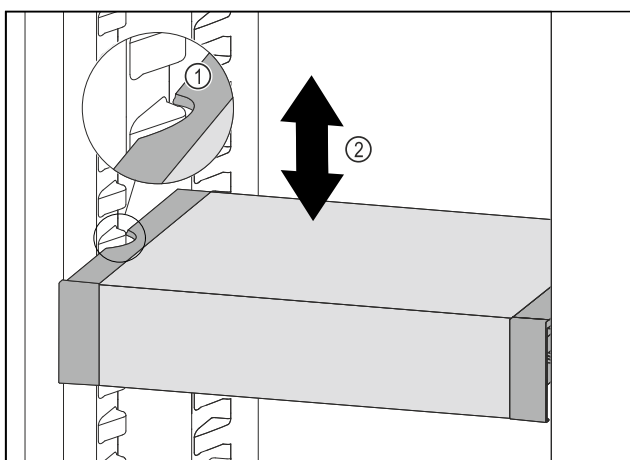

Fig. 100
- ▶ Táhněte VarioSafe dopředu, dokud nebudou boční vybrání VarioSafe na úrovni žebrování na nádoby v chladniče. Fig. 100 (1)
- ▶ Posouvejte VarioSafe v chladniče nahoru nebo dolů, dokud nedosáhnete požadované výšky. Fig. 100 (2)